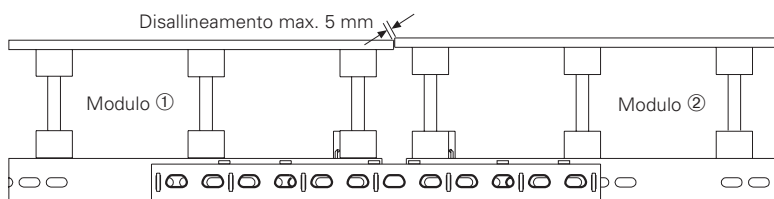
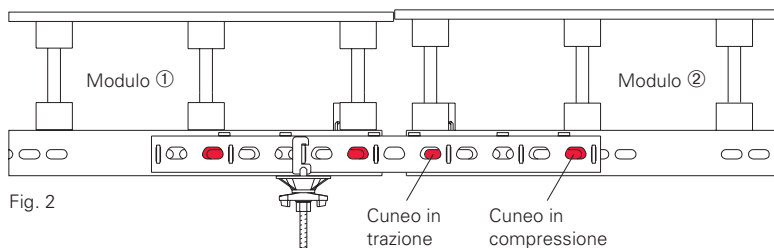

Fig. 1
Fig. 2
- Il lato più corto dell'asola a forma trapezoidale della giunzione deve essere rivolto verso il pannello di rivestimento. (Fig. 1)
- In caso di moduli disallineati, montare il tenditore VRS sul modulo ① più arretrato.
- Allentare il cuneo in trazione del modulo ②.
- Aprire leggermente il giunto agendo sul cuneo in compressione sul modulo ②. (Fig. 2)
- Allentare entrambi i cunei del modulo ①.
- Allentare il cuneo in compressione del modulo ②.
- Serrare agendo sul cuneo in trazione del modulo ② per ottenere un giunto ermetico.